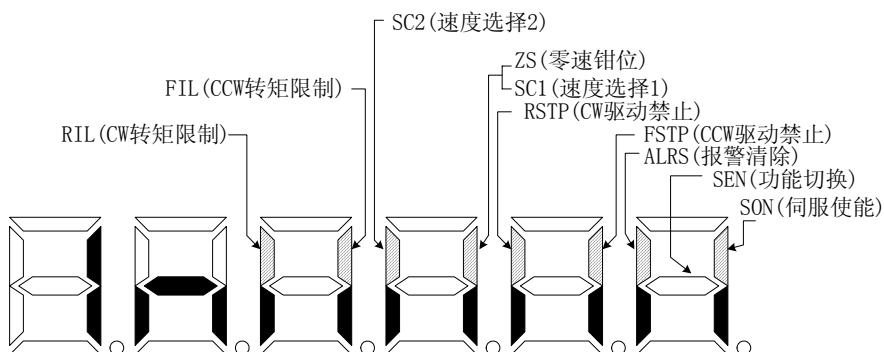
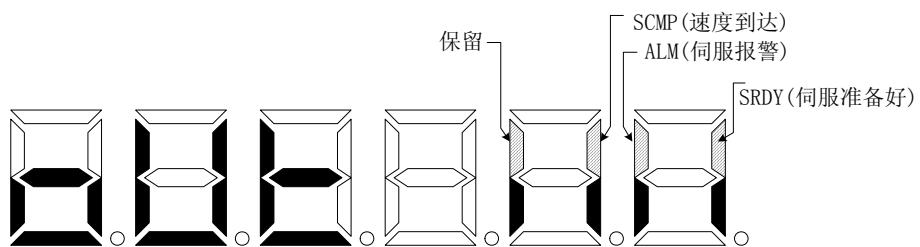

图 6-3 输入端子显示(笔划点亮表示 ON, 熄灭表示 OFF)
图 6-4 输出端子显示(笔划点亮表示 ON, 熄灭表示 OFF)
**注 6:** 输入端子显示如图 6-3 所示，输出端子显示如图 6-4 所示。